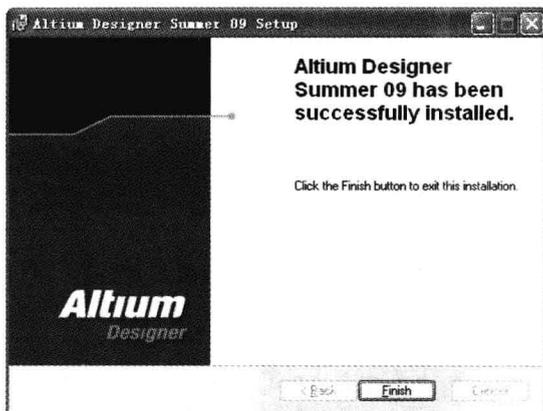

图 1-8 安装成功信息显示窗口
(8) 安装过程可能需要十几分钟，安装结束后将会弹出对话框提示安装成功，即“Altium Designer Summer 09 has been successfully installed.”，如图 1-8 所示。单击  按钮，